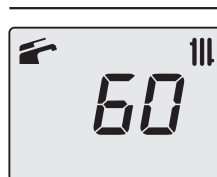

Figura 7.7
- Premere 3 volte il tasto 15 fino a far apparire sul display LCD le lettere **dP** (spazzacamino attivo in massimo sanitario) che si alternano con il valore di temperatura dell'acqua di riscaldamento (es. **60**), indicanti l'entrata nell'attivazione della "funzione spazzacamino" alla potenza massima in sanitario (Figura 7.7).